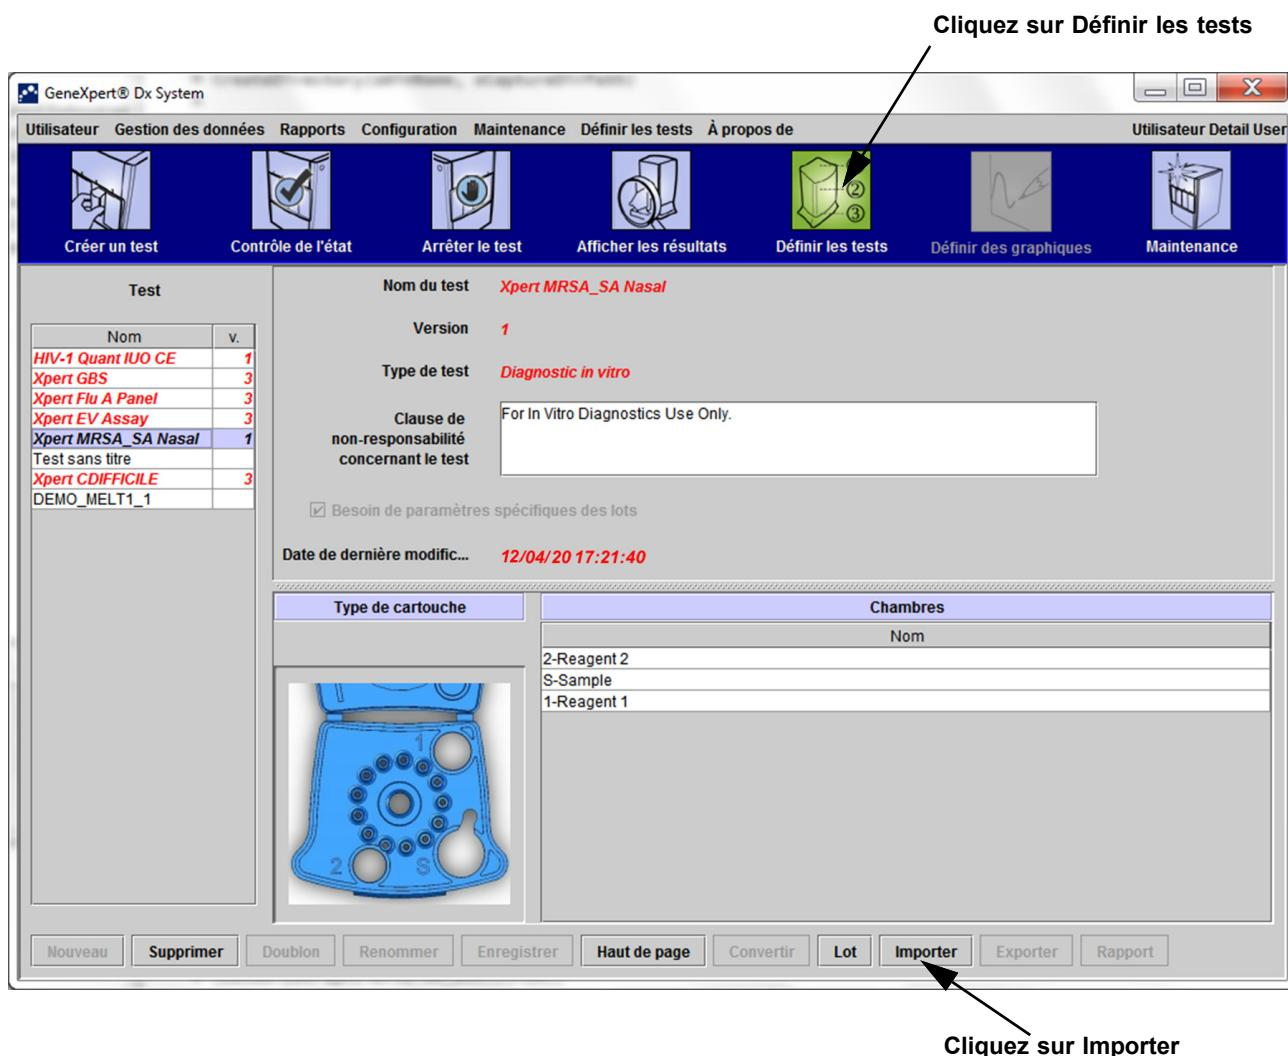
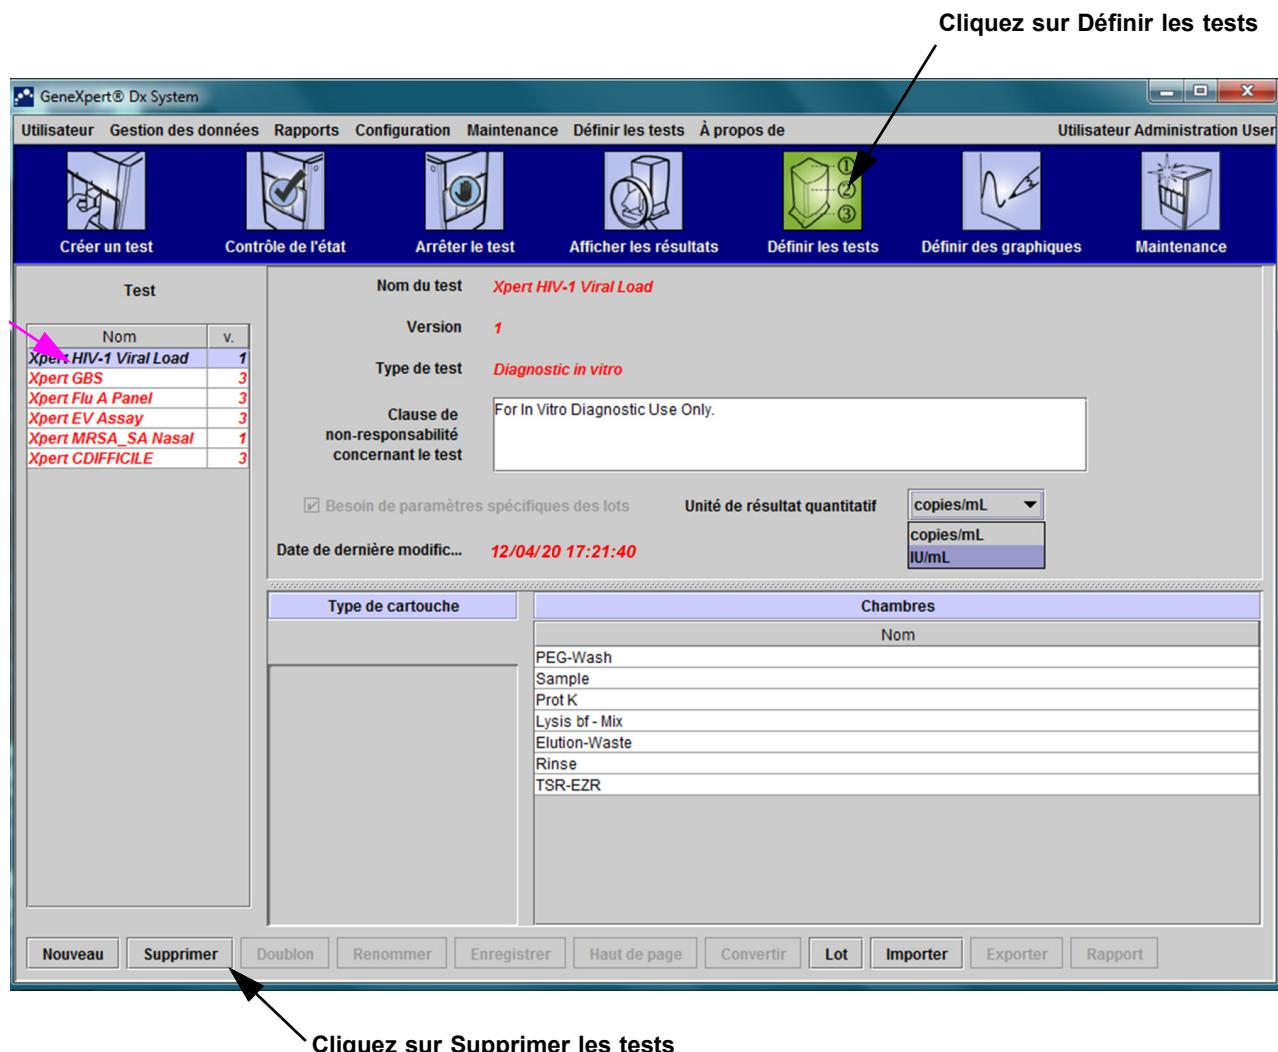

Figure 2-91. Système—Fenêtre Définir les tests (Vue Utilisateur Détail)
Figure 2-93. GeneXpert Dx System—Fenêtre Définir les tests (Vue Utilisateur Administrateur)
1. Dans la fenêtre GeneXpert Dx System, cliquez sur **Définir les tests** dans la barre de menus. La fenêtre Définir les tests apparaît. La Figure 2-93 illustre la fenêtre Définir les tests pour l'administrateur Système GeneXpert Dx. La fenêtre des utilisateurs Détail et De base dispose de moins de fonctions (voir Figure 2-91).
Il est possible de modifier l'unité de résultat quantitatif après avoir importé un test quantitatif. Voir Figure 2-93.
1. Pour supprimer un fichier de définition de test, sélectionnez le nom d'un test dans la liste de tests dans la fenêtre Définir les tests (côté gauche de la fenêtre) (cf. Figure 2-93), puis cliquez sur **Supprimer**. Un message de confirmation s'affiche.